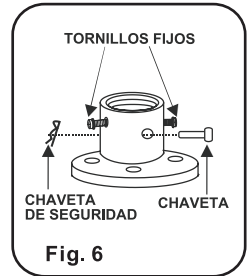

Fig. 6
Paso 2. Afloje los tornillos fijos de la parte superior de la conexion del ensamble del motor y quite la chaveta de seguridad y la chaveta. (Fig. 6)